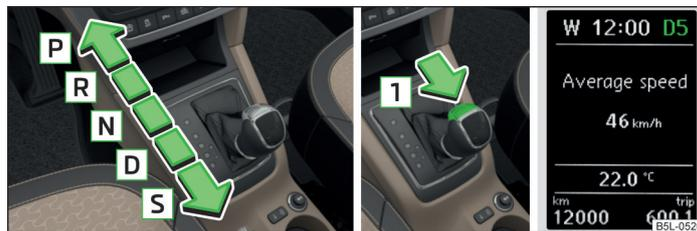

Fig. 110 Palanca selectora / tecla de bloqueo / indicador de pantalla
Con el encendido conectado se ve el modo de cambio de marcha, así como la marcha acoplada actual en la pantalla **>> fig. 110.**
Con la palanca selectora se pueden poner los siguientes modos **>> fig. 110.**
Antes de introducir el modo R a partir del modo P o N, se deberá pisar el pedal de freno y, al mismo tiempo, pulsar la tecla de bloqueo en el sentido de la flecha **1** **>> fig. 110.**
Antes de poner el modo **S** desde el modo **D**, debe pulsarse la tecla de bloqueo en el sentido de la flecha **1** » fig. 110.
La palanca selectora se suelta accionando el pedal de freno y pulsando a la vez la tecla de bloqueo en el sentido de la flecha **1** » fig. 110.
En la pantalla » fig. 110 de la página 135 se muestra la marcha acoplada.
- » Pulse la tecla de bloqueo en el sentido de la flecha **1** » fig. 110 de la página 135 y manténgala pulsada.
- Pulse la tecla de bloqueo en el sentido de la flecha **T** » fig. 110 de la página 135 y manténgala pulsada.